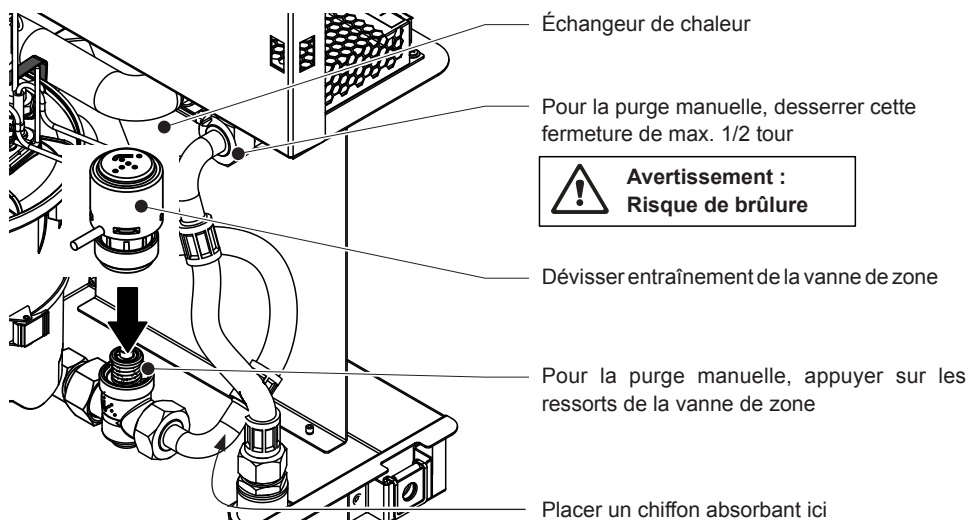

Fig. 12: Purge manuelle du circuit d'eau de chauffage
- Placez un chiffon absorbant sous la fermeture de l'échangeur de chaleur (voir Fig. 12).
- Dévissez l'entraînement de la vanne de zone (voir Fig. 12).
- Appuyez avec votre main ou avec d'une pince à griffes sur les ressorts de la vanne de zone jusqu'à ce que de l'eau s'écoule de la connexion précédemment desserrée de l'échangeur de chaleur (voir Fig. 12).